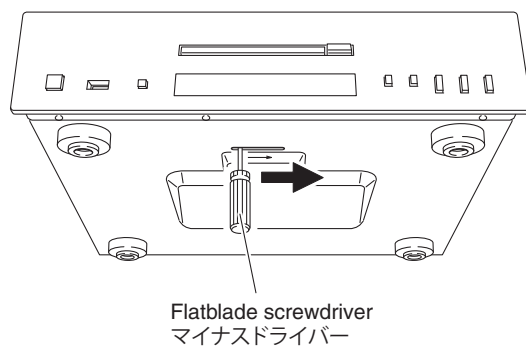

Fig. 2
a. Using a flatblade screwdriver, move the slider at the bottom in the direction of the arrow shown below. (Fig. 2)
a. マイナスドライバーで底面のスライダーを下図の矢印の方向に動かします。(Fig. 2)